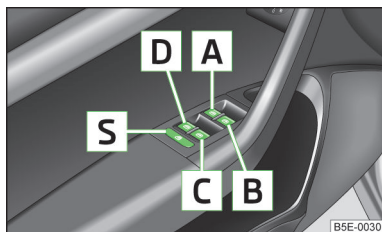

Fig. 23
- Si des enfants sont assis sur les sièges arrière, nous vous recommandons de neutraliser les lève-vitres électriques des portières arrière (touche de sécurité **S**) » fig. 23 à la page 44.
Touches des lève-vitres » fig. 23.
Vous pouvez mettre les touches des lève-vitre des portières arrière hors fonction en appuyant sur la touche de sécurité » fig. 23. Vous pouvez remettre les touches des lève-vitre des portières arrière en fonction en appuyant de nouveau sur la touche de sécurité .
- Maintenez la touche  dans la position d'ouverture » fig. 23 à la page 44.
- Maintenez la touche  dans la position de fermeture » fig. 23 à la page 44.